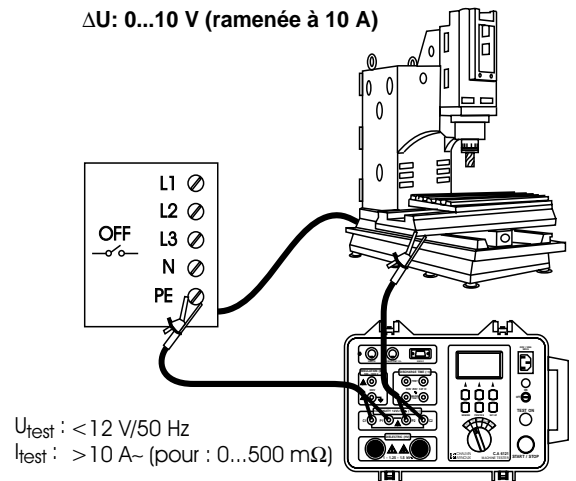

Fig.11. Connexion des cordons de test
3. Connectez les cordons de test à l'instrument et à l'appareil testé conformément à la figure 11 :